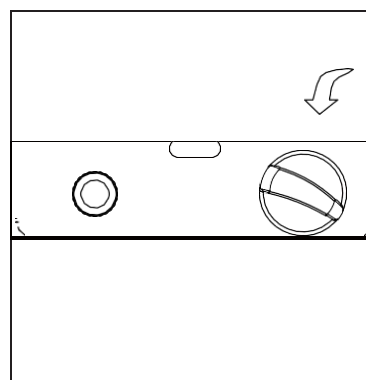

Рисунок 5
8. Нажмите и поверните ручку в положение HIGH, затем отпустите ручку управления. Если вам нужна более низкая температура, нажмите на ручку и поверните в положение LOW (Рисунок 5)